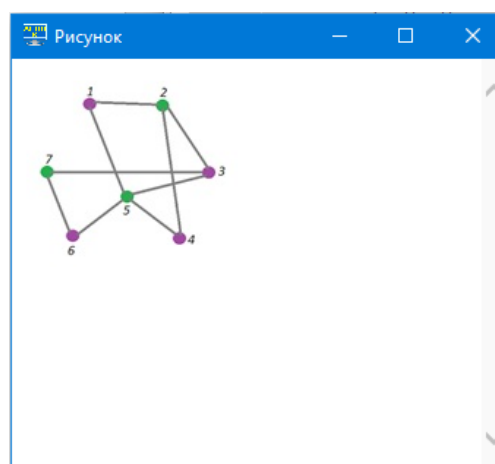

Рисунок 3.17 Форма для просмотра рисунка, прикрепленного к вопросу
- кнопку «Посмотреть рисунок» , при нажатии на которую рисунок отображается во всплывающем окне (Рисунок 3.17); если для вопроса не задан рисунок, эта кнопка неактивна;